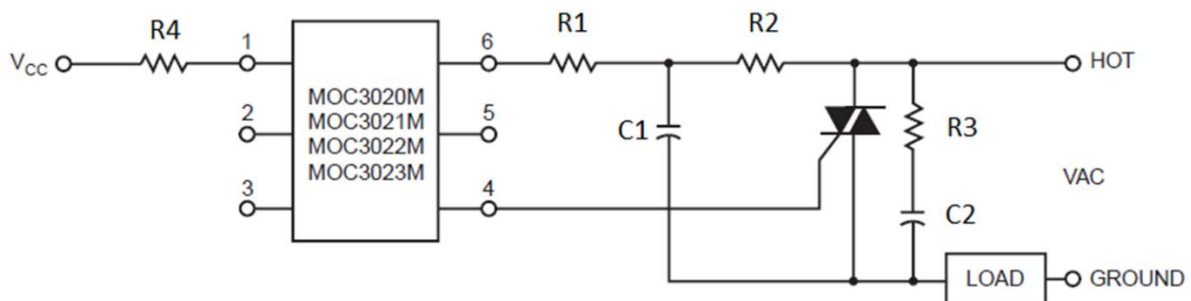

Figura 1. Circuito de aplicación típico.
3. Explique por medio de fórmulas ¿cómo se dimensionan los componentes de la figura 1 (R_1 , R_2 , R_3 , R_4 , C_1 , C_2)? Guíese por la información suministrada en las hojas de datos y en el manual de optoacopladores de Motorola (a partir de la página 362).